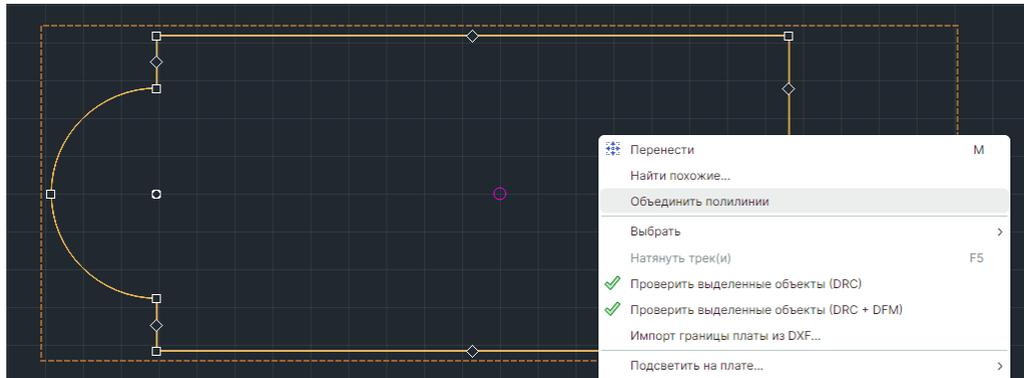

Рис. 136 Объединение полилиний
6. Для объединения полилиний используйте команду контекстного меню «Объединить полилинии», см. Рис. 136.